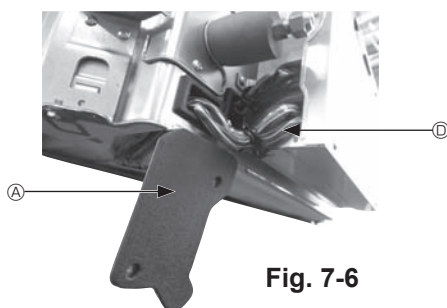

Fig. 7-6
- ① Avlägsna de två skruvarna som håller kabelskyddet på huvudenheten och öppna skyddet.
- ② Dra kablarna från i-See-sensorn och signalmottagaren genom kabelinloppen i elkomponentlådan som visas på bilden och genom dragavlastningen i huvudenheten. (Fig. 7-6)